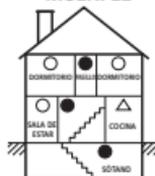

FIGURA 3
- Ubique la primera alarma en el área inmediata a los dormitorios. Trate de monitorizar la vía de salida ya que los dormitorios están generalmente apartados de la salida. Si existe más de un área para dormir, ubique alarmas adicionales en cada una de ellas (consulte la Figura 3).